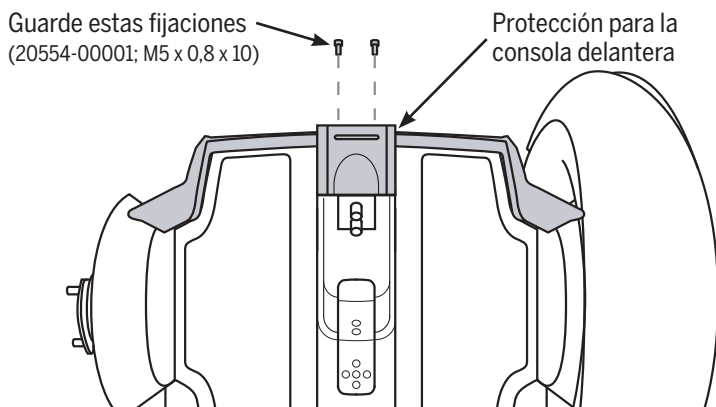

Ilustración 1. Extracción de las fijaciones
2. Retire las fijaciones de la protección para la consola delantera utilizando una llave Allen de 4 mm. Consulte la **Ilustración 1**.